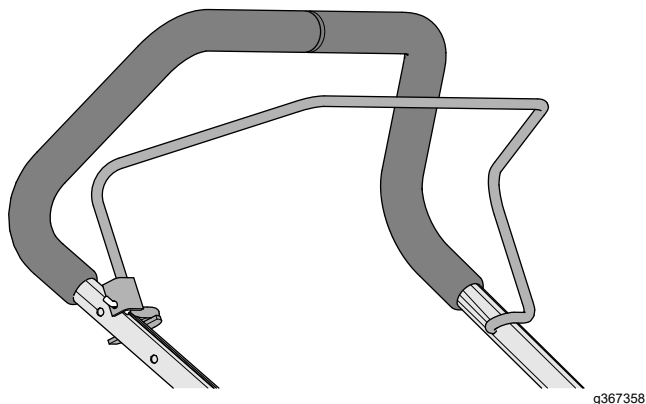

Bild 11
3. Stecken Sie das Ende des Schaltbügels in den Holm, drücken Sie den Schaltbügel leicht zusammen und stecken Sie das Ende des Schaltbügels in den Holm (Bild 11).